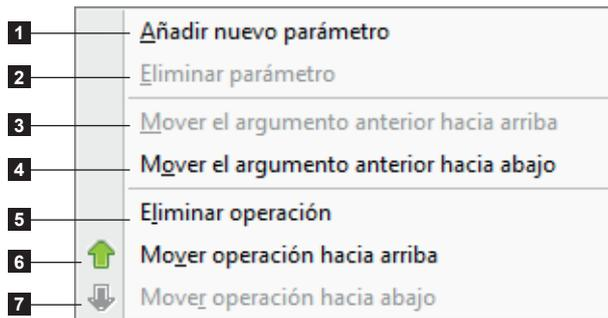

Figura 81 Propiedades de fórmula
- ▶ Seleccione el tipo de operación en la lista (1)
- ▶ Haga clic doble en la operación seleccionada (2) para añadéla en la lista (3). Es posible combinar más operaciones.
- ▶ Complete los operandos (4) ya sea haciendo introduzca un dato fijo en el campo editable o seleccionando un origen de datos (5). Con un clic derecho, es posible añadir o eliminar operandos (dependiendo de la operación) o incluso cambiar su orden. Lo mismo se aplica al ordenamiento de las operaciones ▷ Figura 81.
- ▶ Repita los pasos anteriores para añadir otra operación. Se muestran el resultado inmediato (6) y el resultado final (7) de las operaciones.
- ▶ Valide con el botón OK (8).